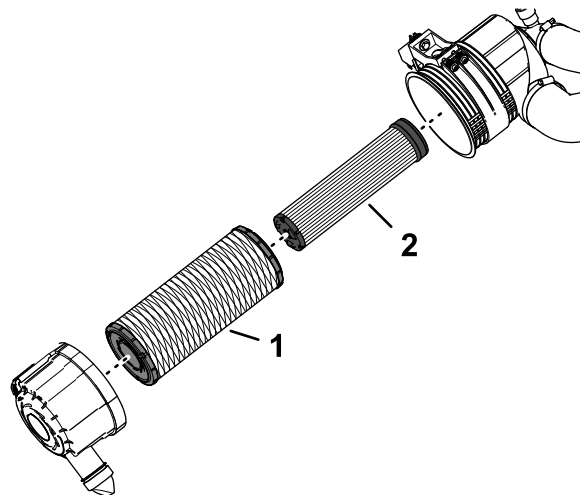

図 121
1. 安全フィルタのエレメントを点検する 図 121。汚れている場合は交換する。
重要 安全フィルタ 図 121 は絶対に洗わないでください。安全フィルタは、主フィルタの3回目の整備時に新しいものと交換してください。